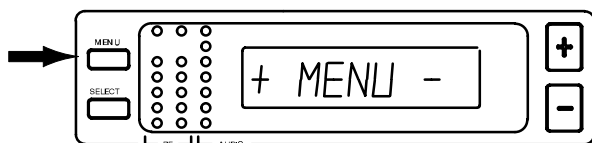

ABBILDUNG 16
1. Die MENU-Taste drücken. Die „+ MENU –“-Anzeige erscheint (Abbildung 16).